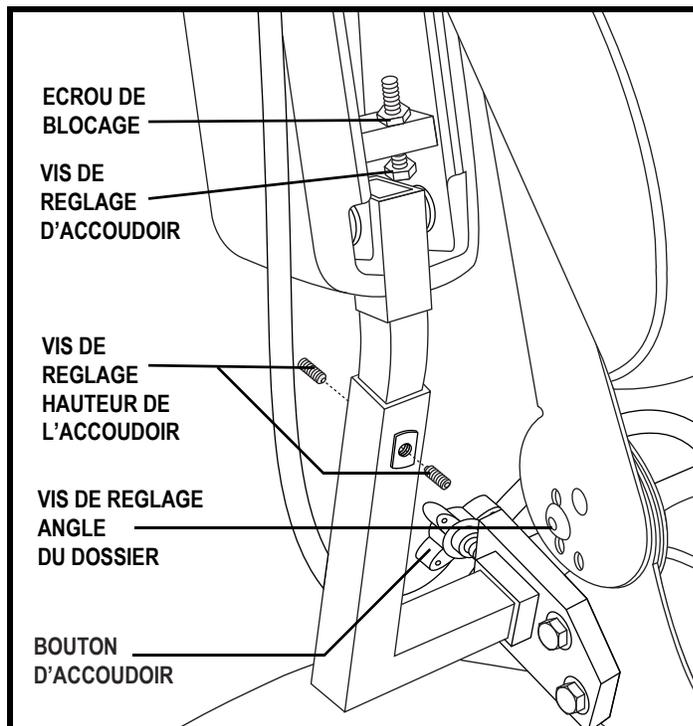

Figure 18. Réglage des accoudoirs du siège moulé
1. Retirez la vis de réglage de l'inclinaison du dossier de chaque charnière. **Voir la figure 18.**
1. Repérez les deux boutons de réglages sur le support des accoudoirs. **Voir la figure 18.**
1. Relevez l'accoudoir perpendiculaire au plancher. **Voir la figure 18.**